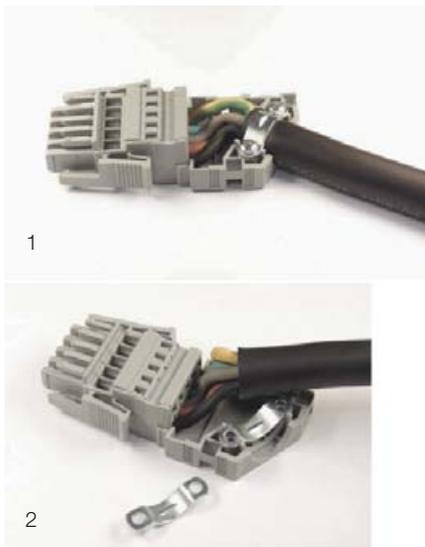

Abb. 42: Anschlussstecker mit Zugentlastungsgehäuse
- Führen Sie die Leiter im Zugentlastungsgehäuse, wie in Abb. 42 dargestellt, und fixieren Sie das Anschlusskabel mit Hilfe einer Kabelschelle am Zugentlastungsgehäuse.
Um eine ausreichende Zugentlastung auch bei Leitungen mit einem Durchmesser < 12 mm zu gewährleisten, ist das Einlegen einer zweiten Kabelschelle unter der Leitung erforderlich (Abb. 42, Pos. 2).